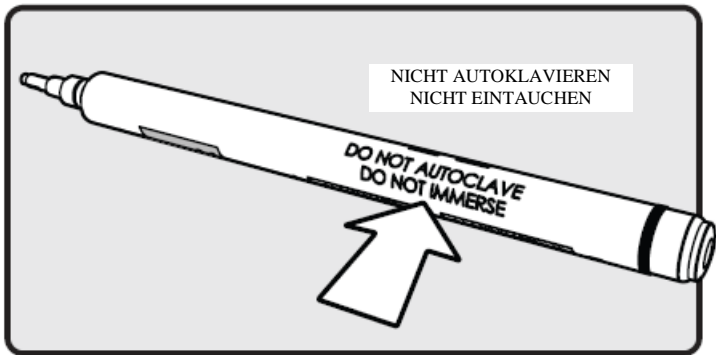

Abbildung 3: HHL-1000-Lasereinsatz
1. Ein (1) Lasereinsatz (*Abbildung 3*) mit